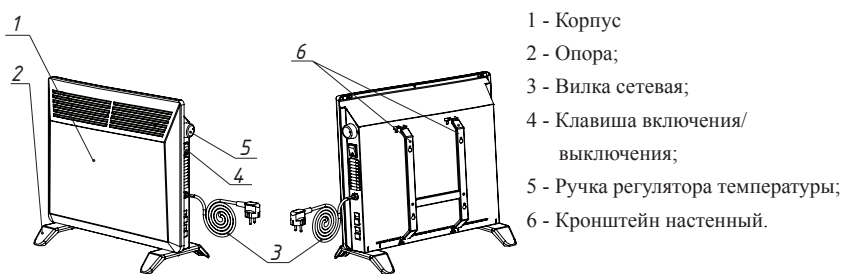

Рис.1. Конвектор электрический SW
5.1 Схема конвектора представлена на рис. 1.
Вставьте вилку в розетку. Для включения конвектора переведите кнопку поз.4 рис.1 в положение «On» для модели мощностью 1 кВт или в положение “-” либо “=” (половинная или полная мощность нагрева) для моделей 1,5 и 2,0 кВт, поверните ручку регулятора температуры в нужное положение, для комфортного обогрева помещения.